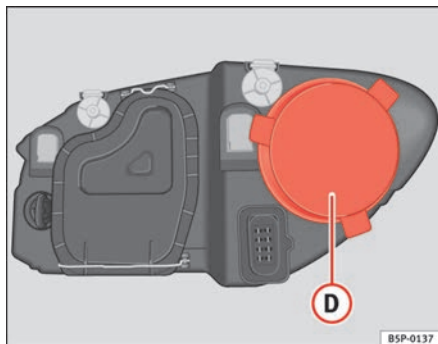

Abb. 168 Standlicht
- Den Deckel ⇒ Abb. 168 **D** abziehen.